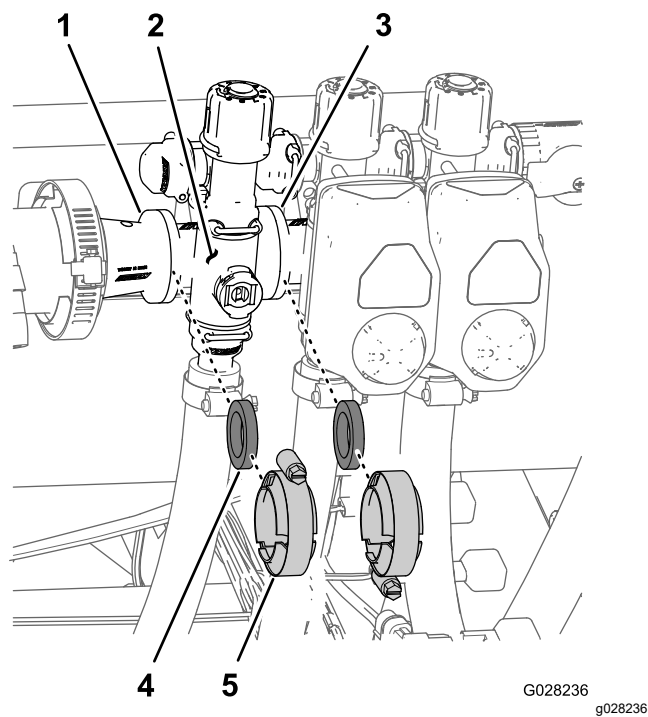

Figura 119
- Îndepărtați clemele i garniturile care fixează colectorul pentru supapa de seciune (Figura 119) la supapa de seciune adiacentă (în cazul prezenei supapei de seciune din stânga i cuplajului reductorului).